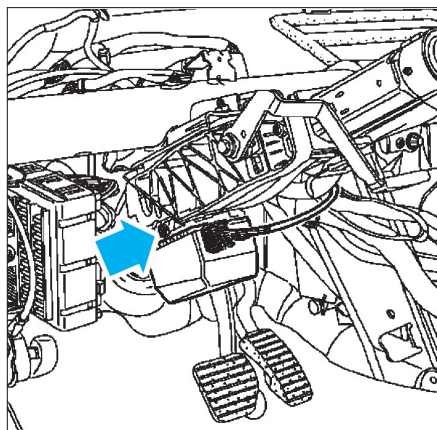

FIG. 2
- Déposer la vis de fixation du verrou électrique (fig. 2).